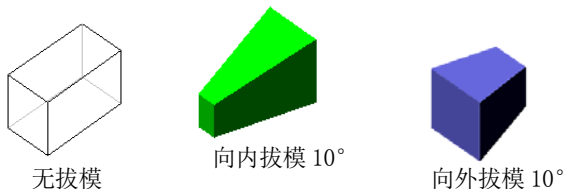

图 3-14 拔模说明
6. 如果要给特征添加一个拔模, 单击拔模开关按钮, 然后输入一个拔模角度。图 3-14 说明了拔模特征。